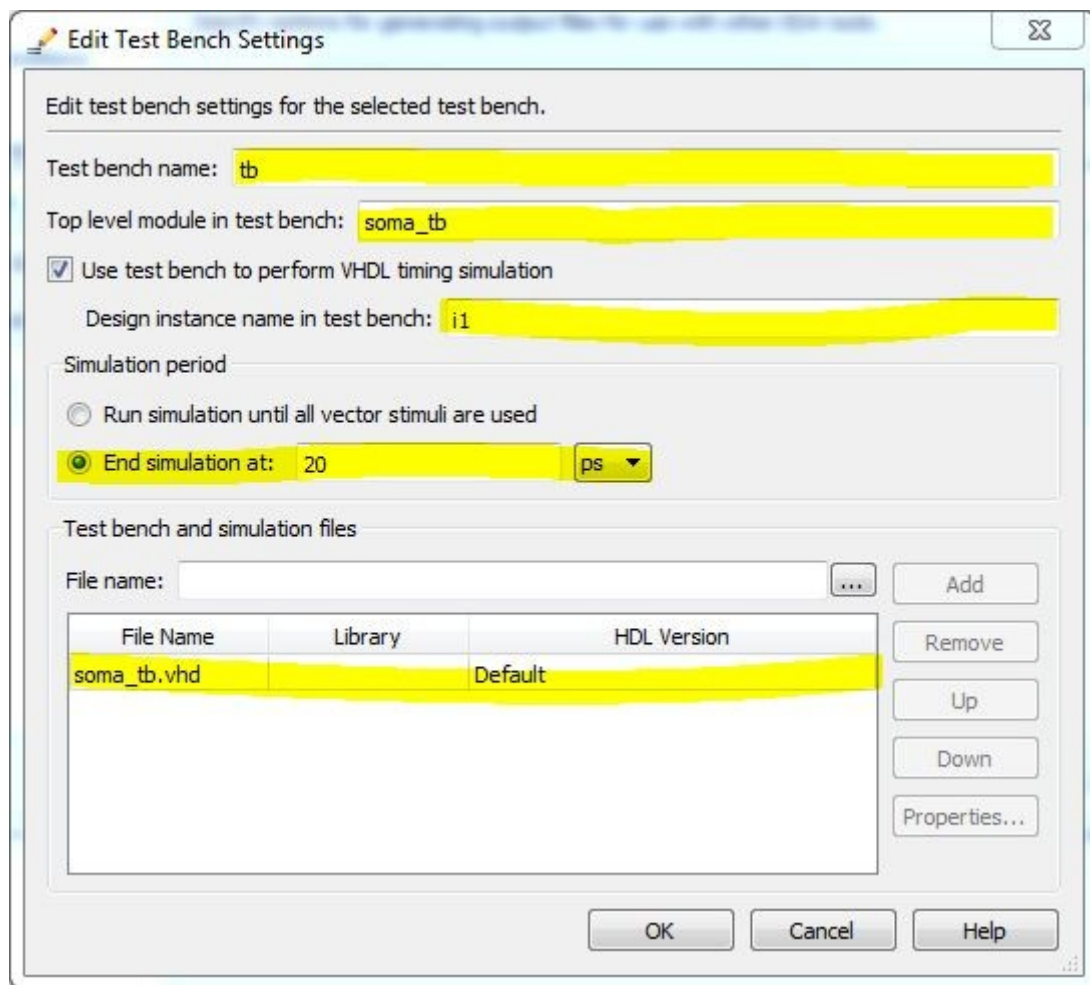

Figura 3. Especificando o test bench.
- Clicar **New**. A caixa de diálogo **New Test Bench Settings** aparece (figura 3).